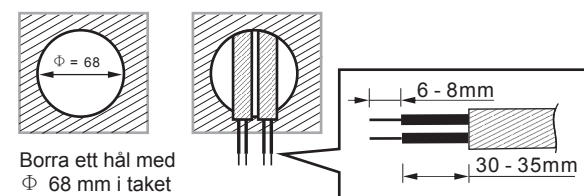

FIG. 10
- 3.3.2.1 För att installera sensorn, borra ett hål med diametern 68 mm i takplattan och håll strömkabeln utanför. Stripa 6-8 mm av kabelmanteln (se FIG. 10).